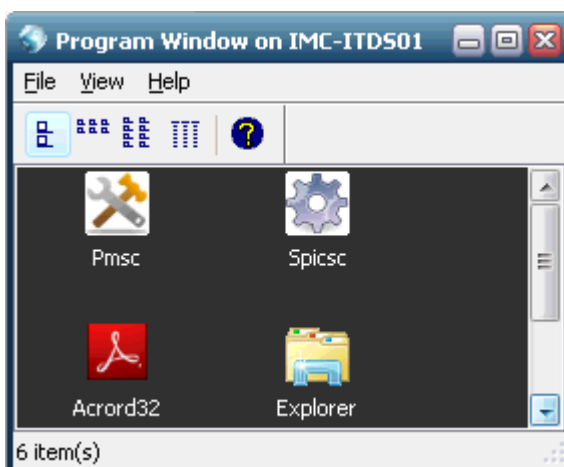

図 3-1-5 Program Window on IMC-ITDS01
- (1) "Program Window on IMC-ITDS01"(図 3-1-5).上の"Spicsc"のアイコンをダブルクリックしてください。
- (2) ログインウィンドウが表示されましたら、"Password"の欄にパスワードを入力し、エンターキーを押してください。初期パスワードは"MAN"で管理者として登録してありますので、作業前にユーザー権限とパスワードを変更してください